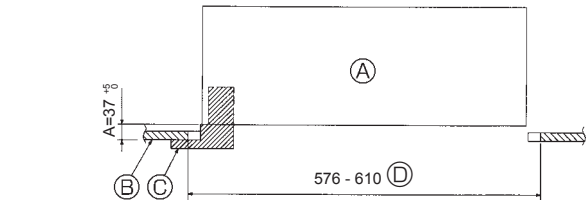
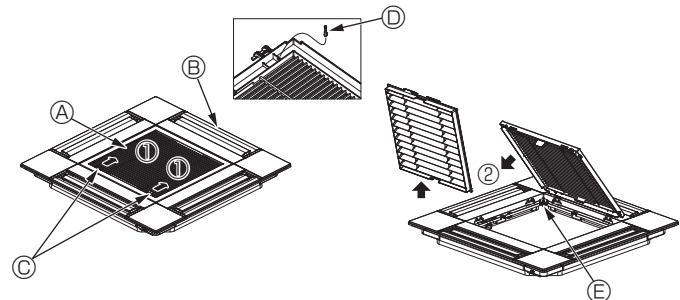

Fig. 10-2
Fig. 10-3
②	Vite con rondella di frenata	4	M5 x 0,8 x 25 (mm)
③	Calibro	1
④	Cavo di giunzione per ricevitore di segnale	1	Incluso se è in dotazione il ricevitore di segnale.
⑤	Cavo di giunzione per i-See sensor	1	Incluso se è in dotazione l'i-See sensor.
⑥	Dispositivo di attacco	2	Incluso se è in dotazione il ricevitore di segnale.
⑦	Dispositivo di attacco	2	Incluso se è in dotazione l'i-See sensor.
⑧	Telecomando senza fili	1	Incluso se è in dotazione il telecomando wireless.
⑨	Supporto del telecomando	1	Incluso se è in dotazione il telecomando wireless.
⑩	Batterie AA LR6	2	Incluso se è in dotazione il telecomando wireless.
⑪	Viti autofilettanti da 3,5 x 16	2	Incluso se è in dotazione il telecomando wireless.
10.2. Preparazione dell'attacco della griglia (Fig. 10-2)
- ① Unità principale
② Soffitto
③ Calibro (Accessorio)
④ Dimensioni apertura a soffitto
10.2.1. Rimozione della griglia di ingresso (Fig. 10-3)
- Far scorrere le leve nella direzione indicata dalla freccia ① per aprire la griglia di ingresso stessa.
- Con la griglia di ingresso in posizione "aperta", rimuovere la cerniera della griglia stessa, come indicato dalla freccia ②.
- ① Griglia di aspirazione
② Griglia
③ Levette sulla griglia di aspirazione
④ Gancio della griglia
⑤ Foro del gancio della griglia